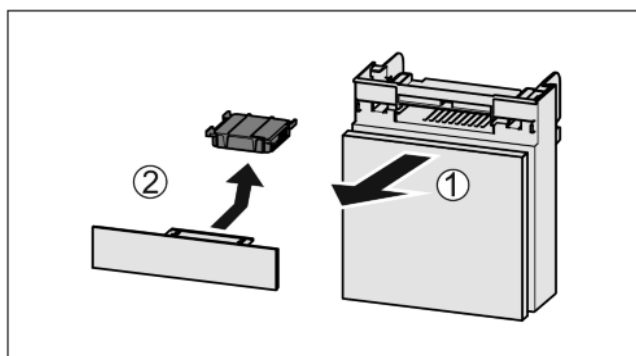

Fig. 33
- ▶ Wyciągnąć Fig. 33 (1) komorę do przodu.
- ▶ Wyjąć Fig. 33 (2) filtr z węglem aktywowanym.